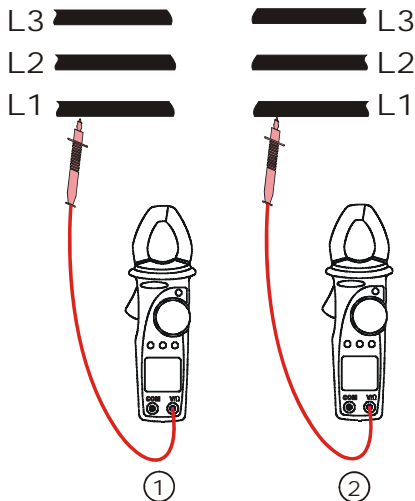
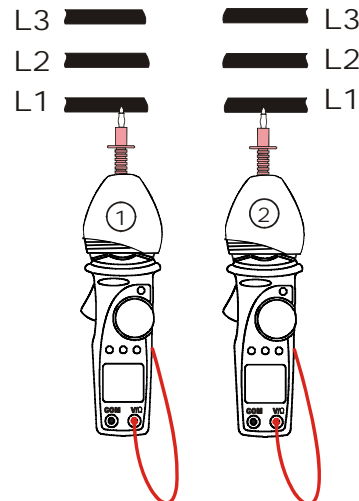

Abb. 16: Phasenerkennung
Abb. 17: Phasenerkennung mit Schutzkappe
4. Verbinden Sie die rote Prüfspitze mit der Phase L1. (s Abb. 16, 1. Messung). Falls nötig, kann die rote Prüfspitze an die Gummischutzkappe gesteckt werden. (s Abb. 17, 1. Messung)
9. Verbinden Sie die rote Prüfspitze mit dem Leiter der 2. Phase (L2). (s. Abb. 16, 2. Messung oder Abb. 17, 2. Messung)